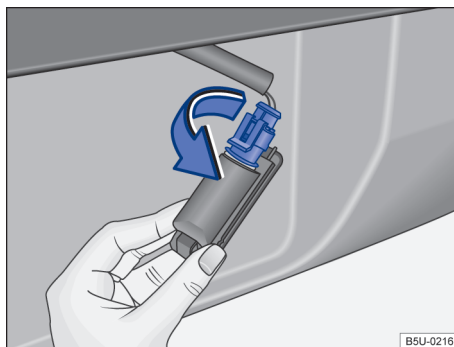

Fig. 140 Luz de la placa de licencia: retirar el portalámparas.
- ③ Girar el portalámpara en el sentido de la flecha → fig. 140, y desencajarlo del alojamiento.
- ④ Tirar de la lámpara quemada del portalámparas para quitarla.
- ⑤ Cambiar la bombilla quemada por una bombilla nueva del mismo modelo.
- ⑥ Insertar la nueva lámpara en el portalámparas cuidadosamente. ▶
- ⑦ Presionar el portalámparas en el alojamiento y girar en el sentido contrario al de la flecha → fig. 140.
- ⑧ Cerciorarse de que el portalámparas esté correctamente fijado en el conjunto.
- ⑨ Posicionar el conjunto de la lámpara en el alojamiento del paragolpes, encajar primero el lado derecho y, a continuación, el lado izquierdo.
- ⑩ Presionar la luz de la placa de licencia en el paragolpes hasta que encaje de forma audible.
- ⑪ Asegurarse de que el conjunto de la luz de la placa de licencia esté correctamente fijado en el alojamiento.